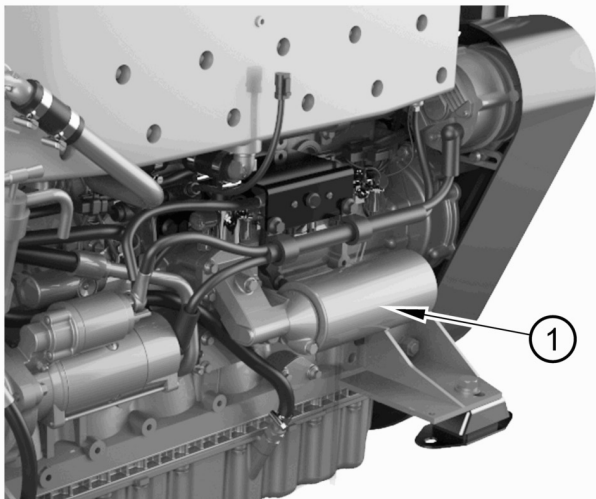
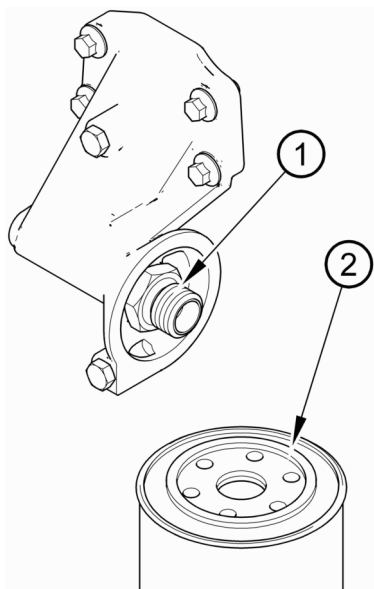

Figure 21
Figure 22
2. Déposez la cartouche du filtre (Figure 21, repère 1) avec une clé à sangle ou un outil similaire. Vérifiez que l'adaptateur (Figure 22, repère 1) est bien fixé dans ma tête du filtre. Mettez ensuite la cartouche au rebut.
4. Lubrifiez le haut du joint de la cartouche neuve (Figure 22, repère 2) avec de l'huile de graissage propre.